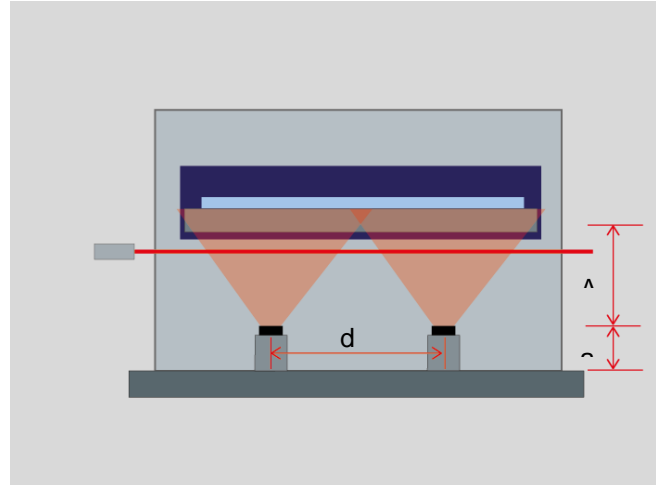
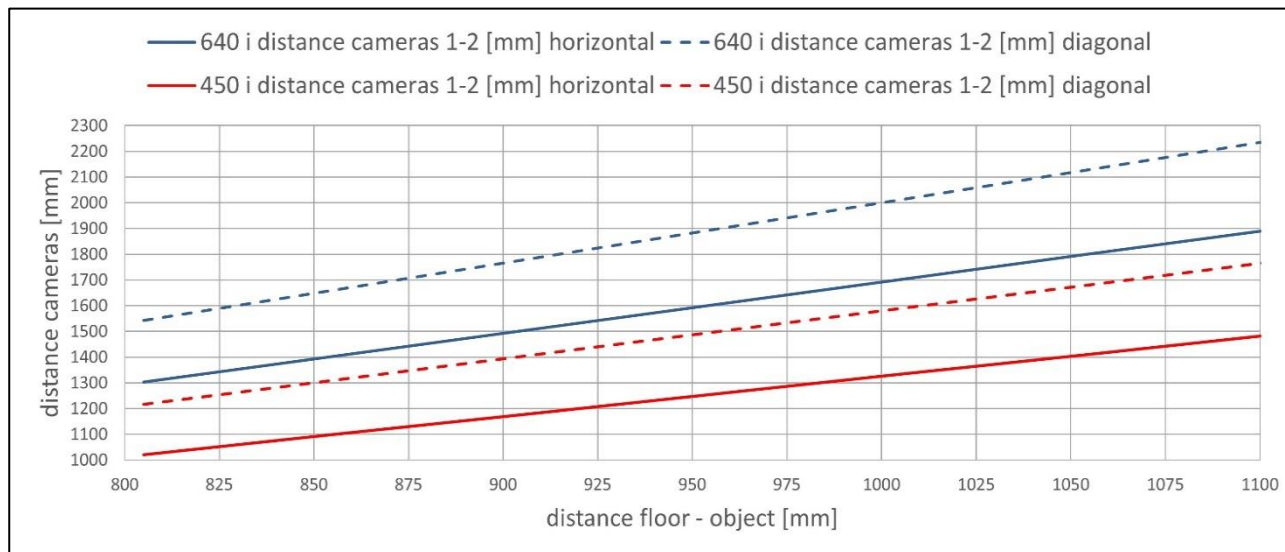

Abbildung 7: Schematische Darstellung der Abstände
Abbildung 10: Kameraabstände zueinander
Hinweis: Der Fokus der Optik ist werkseitig auf 90cm Objektstand (Kameralinse zu Messobjekt **A** in **Abbildung 7**) eingestellt. Nur bei einem Abstand ungleich 90cm muss die Optik fokussiert werden. Bei einer Neufokussierung der Optik muss ebenfalls der Shutter eingestellt werden (s. **Kapitel 3.1.3** auf **Seite 28**).
- Die Kamera muss fokussiert werden, wenn der Abstand zwischen Kameralinse und Objekt (s. **A** in **Abbildung 7**) ungleich 90cm ist.
- Beachten Sie den Abstand der Kameras (s. **Abbildung 10** und **d** in **Abbildung 7**)
Die Breite der Glasfläche bzw. die Breite des Ofens soll komplett abgebildet werden. Die maximale Breite der Scanlinie hängt vom Abstand der Kameralinse zu Messobjekt (**A** in **Abbildung 7**) und von der gewählten Konfiguration – diagonaler oder horizontaler Aufbau – ab.
Das folgende Diagramm zeigt die maximale Scanlinienbreite in Abhängigkeit vom Abstand vom Boden zu Objekt und Ihrem gewählten System (dabei wurde ein Abstand Boden zu Kameralinse **a** in **Abbildung 7** von 155mm angenommen).
Für die Positionierung der Kameras wird das folgende Diagramm (s. **Abbildung 10**), das den Abstand der Kameras zueinander (**d** in **Abbildung 7**) in Abhängigkeit vom gewählten System (640i G7 vs. 450i G7 oder horizontale vs. diagonale Anordnung) und dem Abstand (Boden zu Messobjekt – **a+A** in **Abbildung 7**) zeigt, verwendet.
Sobald die Kameras positioniert sind, müssen diese zum Objekt fokussiert werden. Das Fokussieren entfällt bei einem Objektabstand (Kameralinse zu Messobjekt – **A** in **Abbildung 7**) von 90cm, dieser Abstand ist vom Werk aus fokussiert. Sobald die Kamera fokussiert wurde, muss der Shutter neu justiert werden, siehe **Kapitel 3.1.3** auf der **Seite 28**. Die Feinjustage der Kameraposition geschieht später mit der Inbetriebnahme der Software PIX Connect.